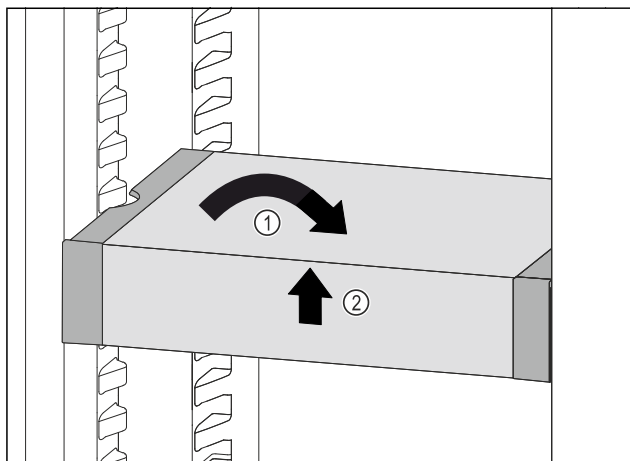

Fig. 95
- ▶ Állítsa egyenesbe a VarioSafe fiókot. Fig. 95 (1)
- ▶ Elöl emelje meg a VarioSafe fiókot. Fig. 95 (2)